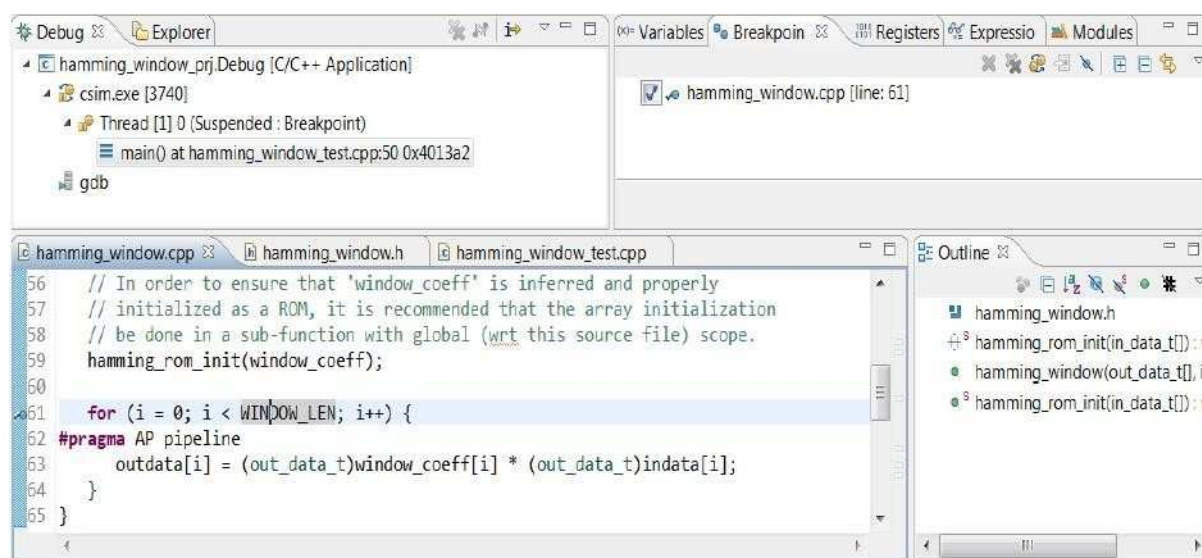

图 3-19:C 验证实验室 3 的调试环境
5. 在文件 **hamming_window.cpp** 中的第 61 行设置一个断点, 如图 3-19 所示。